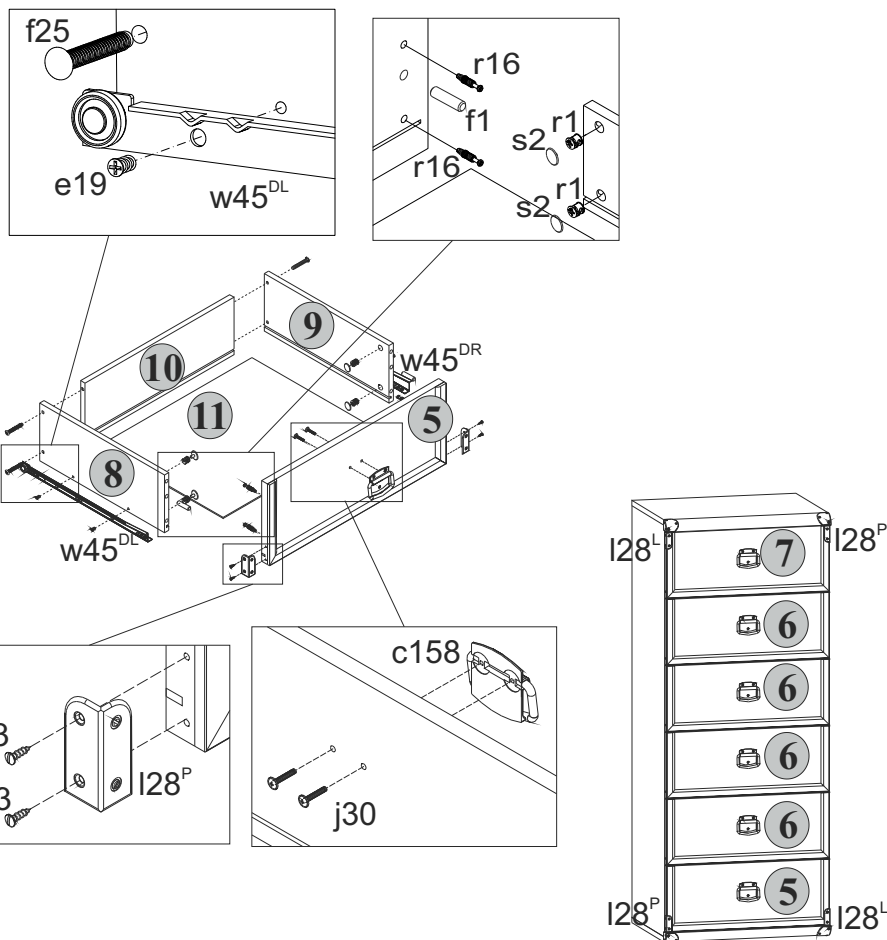

Рис. 3
Во избежание травматизма при проведении операции сверления будьте внимательны и осторожны. 5.12 В отверстия диаметром **8 мм** на передних кромках стенок боковых **8** и **9** корпусов выдвижных ящиков вбить деревянные шканты **f1** (см.рис.3).
5.13 В отверстия диаметром **15 мм** на внутренних поверхностях стенок боковых **8** и **9** корпусов выдвижных ящиков вставить стяжки эксцентриковые **r1** (см.рис.3).
5.14 В отверстия диаметром **5 мм** на внутренних поверхностях панелей передних **5**, **6** и **7** ящиков выдвижных с помощью крестообразной отвертки вкрутить винты стяжки **r16** (см.рис.3).
5.16 Соединить панель переднюю **5** с корпусом ящика выдвижного и затянуть стяжки эксцентриковые **r1**, пользуясь специальным ключом **z1**. Закрыть стяжки эксцентриковые заглушками **s2** (см.рис.3).
5.18 Соединить панели передние **6** с корпусами ящиков выдвижных и затянуть стяжки эксцентриковые **r1**, пользуясь специальным ключом **z1**. Закрыть стяжки эксцентриковые заглушками **s2** (см.рис.3).
5.19 Соединить панель переднюю **7** с корпусом ящика выдвижного и затянуть стяжки эксцентриковые **r1**, пользуясь специальным ключом **z1**. Закрыть стяжки эксцентриковые заглушками **s2** (см.рис.3).